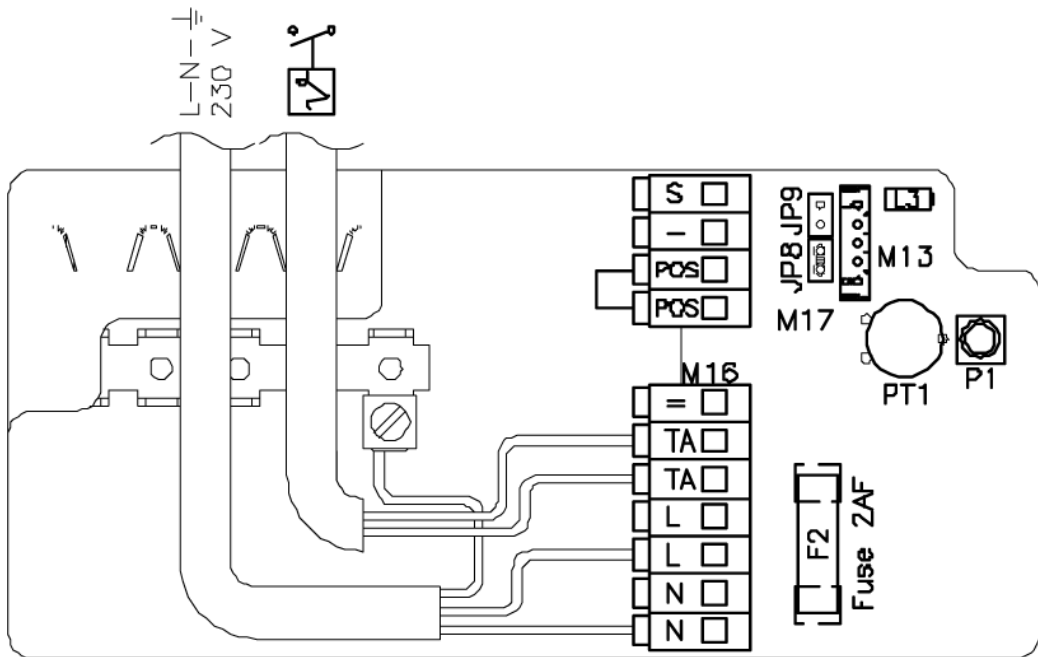

Рис. 3.4
- теперь у вас есть доступ к клеммам, и можно выполнить электрическое подключение, следуя схеме, нарисованной на наклейке на котле и отображенной также на рис. 3.4